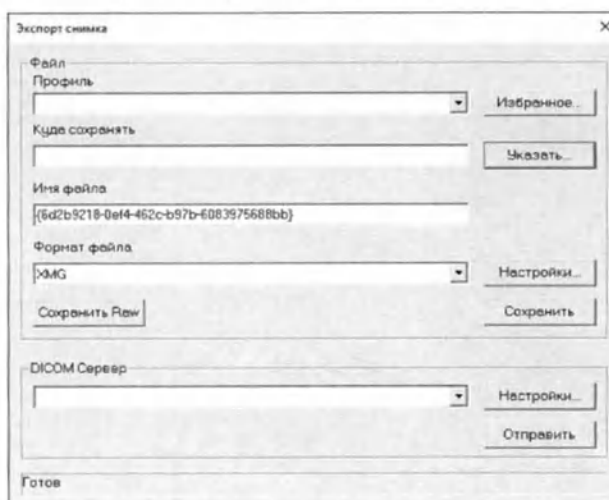

Рис. 38 Внешний вид окна "Экспорт снимка"
- В открывшемся окне «Экспорт снимка» (Рис. 38 Внешний вид окна "Экспорт снимка") в поле «Куда сохранять» ввести или выбрать с помощью кнопки «Указать» путь к папке, в которой будет сохранен файл;